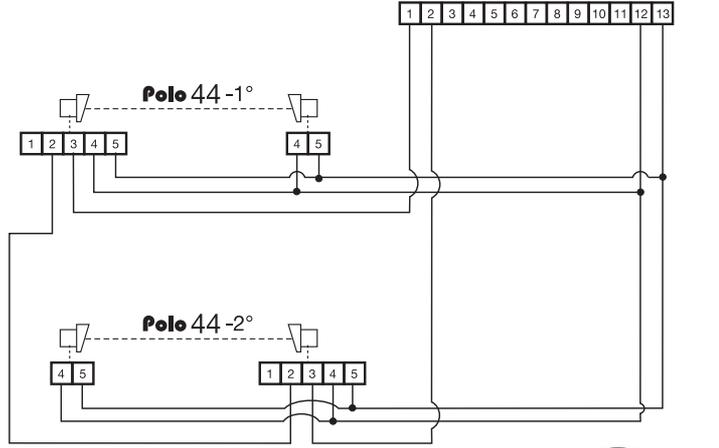

Fig. 3
- Para lograr un centrado perfecto, hay que sujetar ambas cajas (1) una enfrente de la otra, en la misma altura, por medio de los tornillos (2).
- Predisponer los cables eléctricos y realizar las conexiones con arreglo al dibujo adjunto, a continuación sujetar la toma (4) y (8) por medio de los tornillos al efecto (5) con los tres resortes reguladores (3).
- Se sigue adelante sujetando ahora la fotocélula, regulando los tres tornillos (5). Primero se alinea el receptor (8), a continuación el proyector (4). Se logra el centrado cuando la lente del receptor no está iluminada por el led rojo interior.
- Una vez que ambos estén alineados, hay que aplicar la protección (6) sujetándola por su propio tornillo (7).
- En caso de que se instalen dos pares de fotocélulas, una al lado de la otra, hay que colocar el proyector al lado del otro receptor. Fig. 3
- Voor een perfecte centering, moeten beide omhulsels (1), tegenover elkaar, en op dezelfde hoogte met de schroeven (2) worden bevestigd.
- Bereid de elektrische draden voor en voer de verbindingen volgens het bijgevoegde schema uit, bevestig het stopcontact de basiseenheid (4) en (8) met de hiervoor bedoelde schroeven (5) met de drie regelveren (3).
- De centering van de fotocel moet worden uitgevoerd door de drie schroeven af te stellen (5). Eerst moet de ontvanger (8), daarna de projector (4) worden afgeregeld. Wanneer de lens van de ontvanger niet door de binnenste rode lichtdiode wordt belicht is de centering volbracht.
- Wanneer de afregeling is uitgevoerd, moet de beveiliging (6) worden aangebracht door deze met de eigen schroef (7) te bevestigen.
- In het geval er twee paar fotocellen naast elkaar worden geïnstalleerd, moet de projector naast de andere ontvanger worden geplaatst. Fig. 3